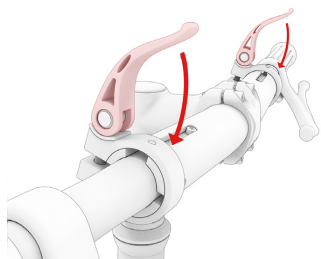
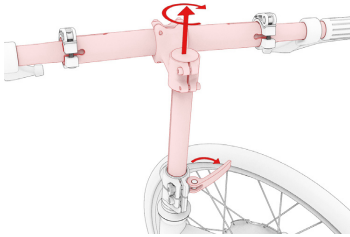

Abb. 1.3
Abb. 1.4
- ⑤ Öffnen Sie den Schnellspanner am Lenkerschaft (Abb. 1.3). Ziehen Sie den Lenker bis zum Anschlag nach oben. Drehen Sie nun den Lenker um 90 Grad gegen den Uhrzeigersinn. Senken Sie den Lenker um ca. 2cm ab und achten Sie dabei auf die Skala am Lenkerschaft (Abb. 1.4).